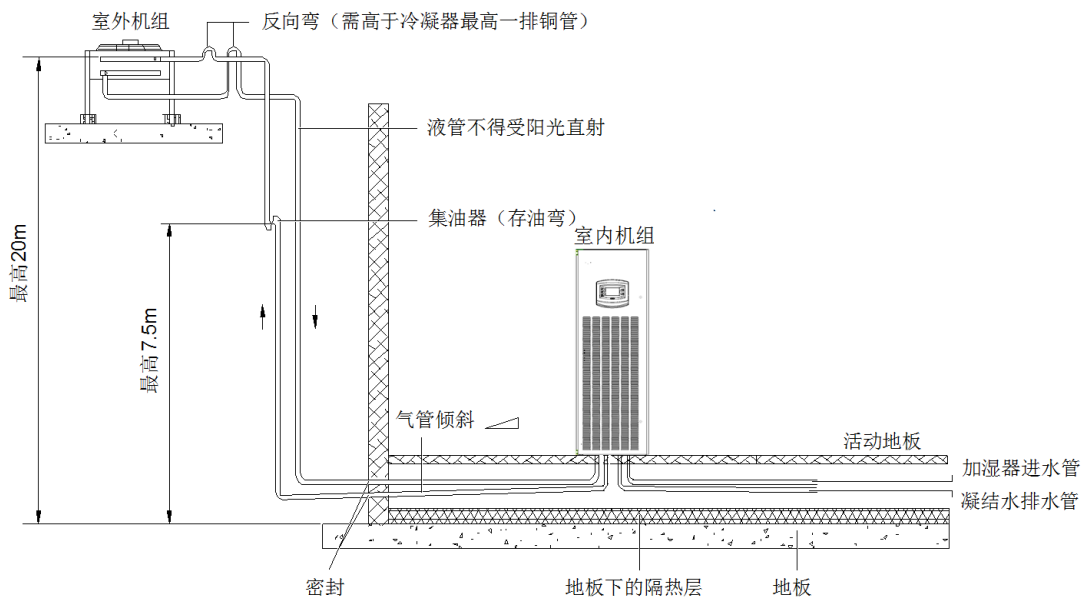
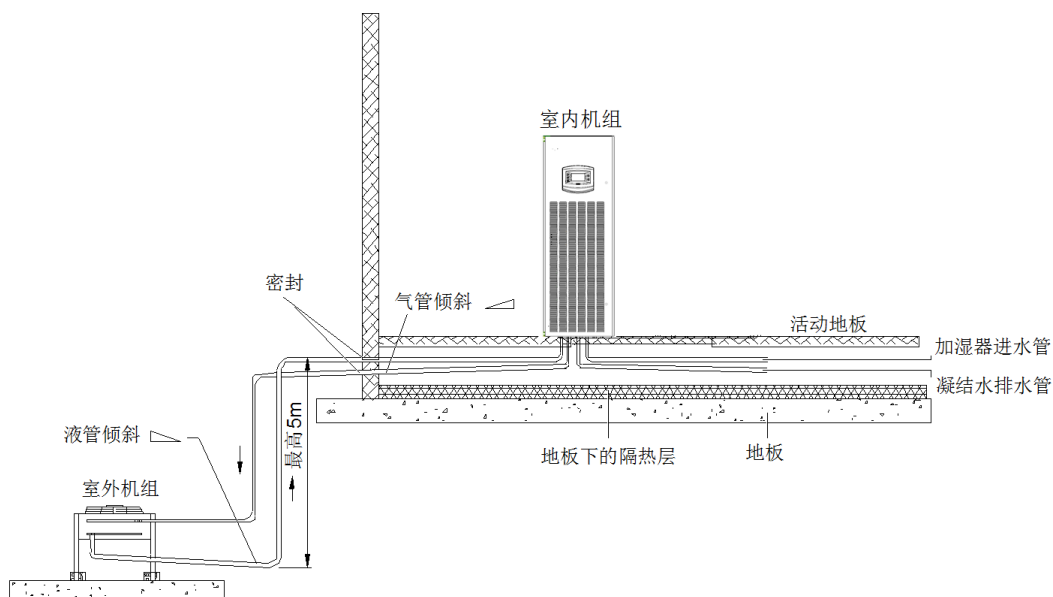

图3-2 冷凝器高于压缩机的安装示意图
图3-3 压缩机高于冷凝器的安装示意图
机组安装方式如图 3-2，图 3-3 所示。
- 冷凝器高于压缩机时（见图 3-2），注意在冷凝器的气管和液管上加装反向弯，避免停机时液态制冷剂的回流。